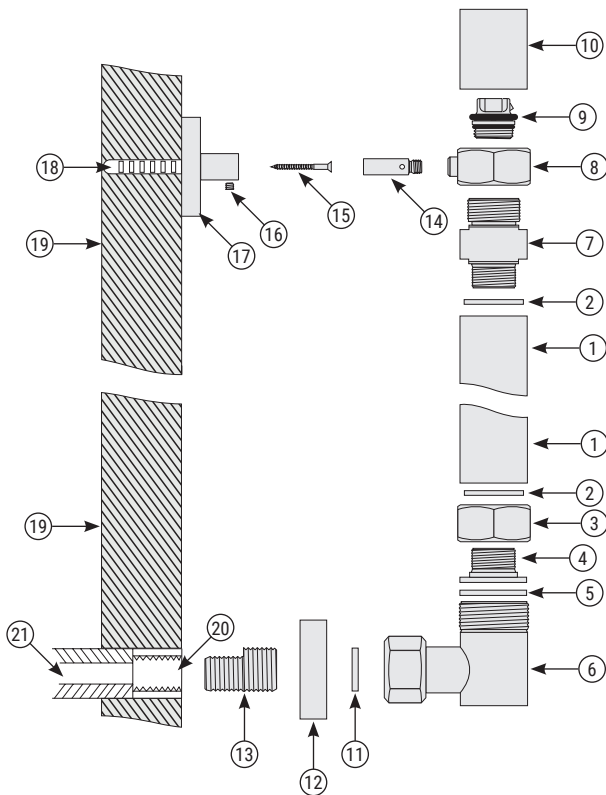

Рис. 1
5.1. Сборку и установку изделия производить согласно схеме (рис. 1 и п. 9).
5.2. Для герметизации резьбовых соединений производитель комплектует изделие прокладками собственного изготовления (см. п. 3.9, п. 3.10, п. 3.11 и рис. 1).
5.3. Со стороны резьбы эксцентрика G 1/2" (см. рис.1 «13») использовать материалы для герметизации резьбовых соединений.